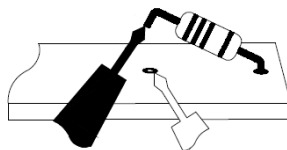
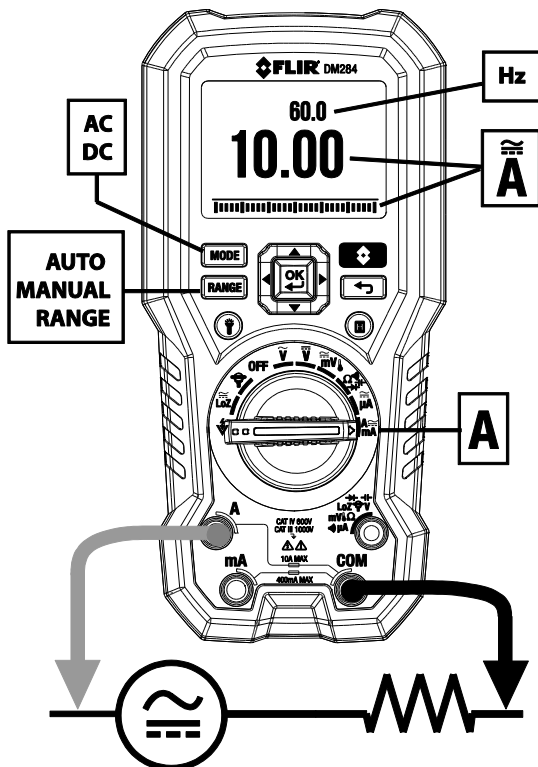

Bild 7-8 Bortkopplad komponent
Bild 7-9 Högströmsmätningar 'A'
För att mäta ström med testkablarna, koppla ur den del som ska testas och seriekoppla testkablarna med denna del. Se **Bild 7-8**.
4. Seriekoppla provspetskablarna på delen i enlighet med **Bild 7-8** och **Bild 7-9** för A-mätningar, **Bild 7-10** för mA-mätningar eller **Bild 7-11** för μ A-mätningar.